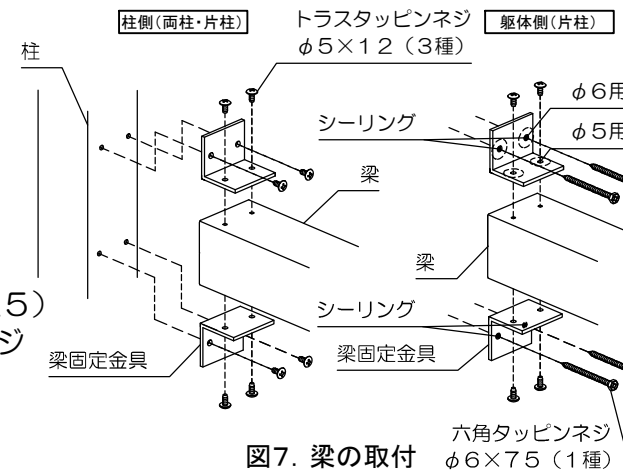

図7. 梁の取付
- (1) 梁の両端に梁固定金具をトラスタッピンネジφ5×12（3種）で固定してください（図7）。
- (2) 【柱側】トラスタッピンネジφ5×12（3種）で固定してください（図7）。
【躯体側（片柱）】梁固定金具取付部に下穴（φ4.5）をあけ、シーリング材を充てんし、六角タッピンネジφ6×75（1種）で固定してください（図7）。